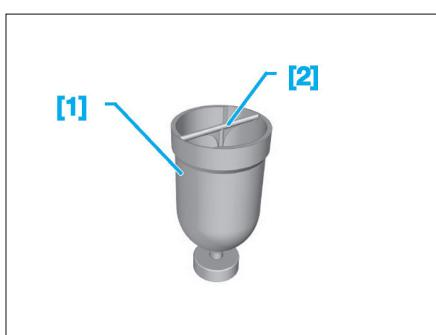

Fig. 19
- [1] Cylindre de charge (réf. 4520-T) (Fig.19)